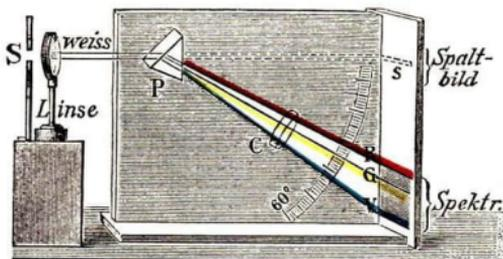

Abb. 246. Entstehung des Spektrums
3. Zerlegung des weißen Lichtes (Abb. 246).
Versuch: Man lasse aus dem Projektionsapparat einen Strahl austreten und stelle in den Strahlengang (wie Abb. 246 angibt) ein Prisma! *Newton* benutzte 1670 einen Sonnenstrahl. Ergebnis: